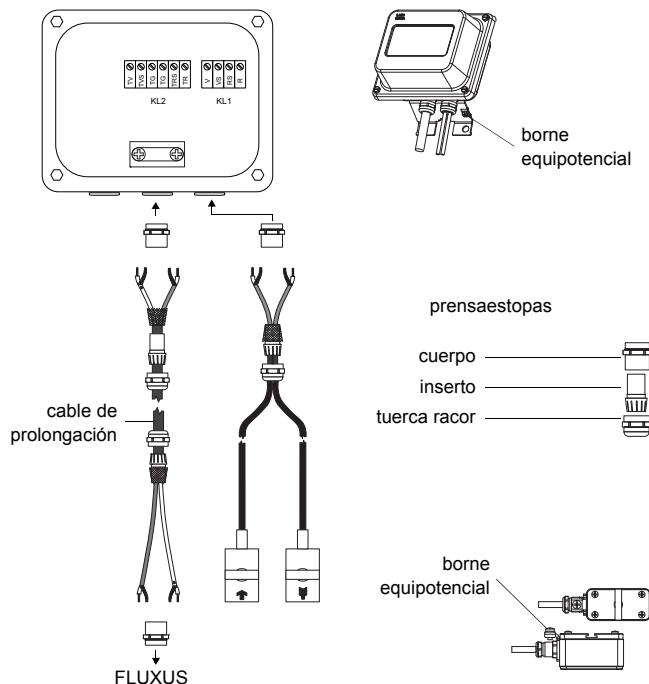

Fig. 7.5 Conexión del cable de prolongación y del transductor en la caja de bornes
- Desmontar el prensaestopas de la caja de bornes (véase Fig. 7.5).